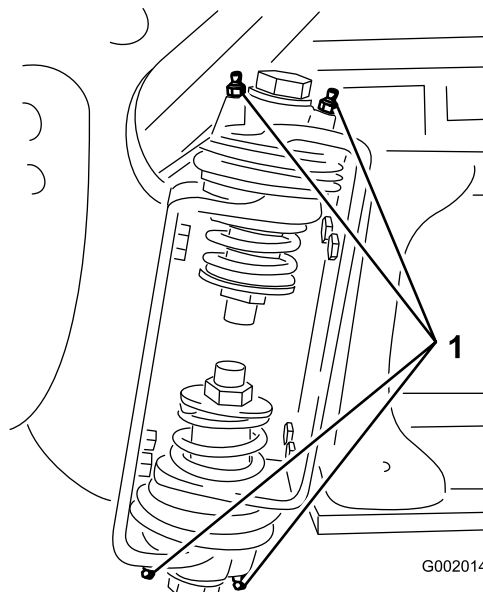

Figura 35
2. Introduza massa lubrificante no rolamento ou casquilho de cada encaixe Figura 35.